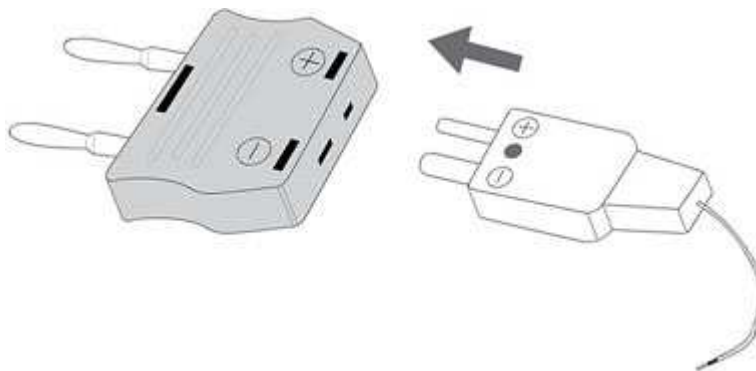
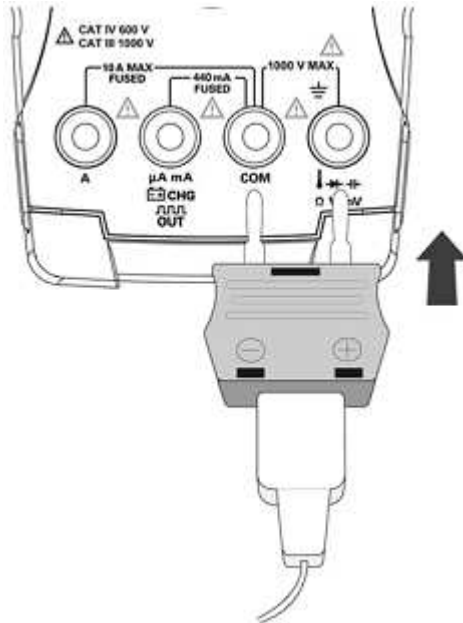

Рис. 2-15 Присоединение температурного пробника к нескомпенсированному адаптеру
Рис. 2-16 Присоединение пробника с адаптером к мультиметру
2. Присоедините миниатюрный температурный пробник к нескомпенсированному адаптеру, как показано на рис. 2-15. Затем присоедините температурный пробник с адаптером к входным гнездам мультиметра, как показано на рис. 2-16.